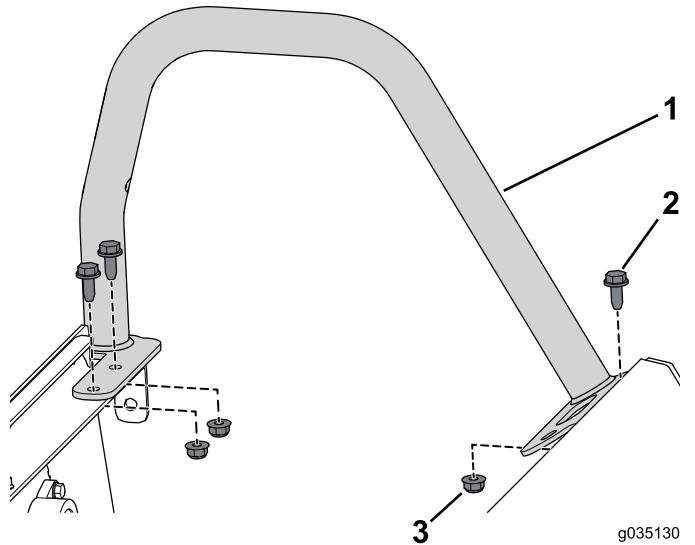

## Рисунок 2
2. Сдвиньте сиденье в сборе в сторону, чтобы снять его со штифтов, и поднимите его вверх (Рисунок 2).